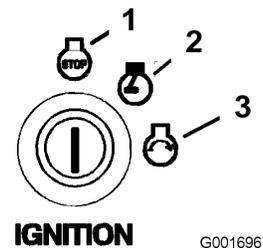

Figura 16
6. Gire la llave de contacto a la posición de Arranque. Cuando el motor arranque, suelte la llave (Figura 16).
- Gire la llave de contacto a la posición de Parada y retire la llave (Figura 16).